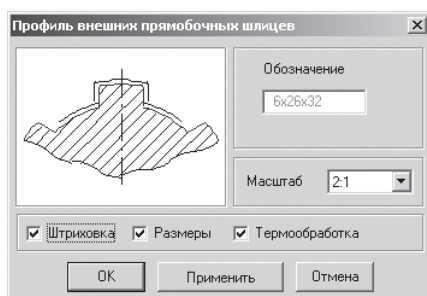

Рис. 3.40. Диалоговое окно **Профиль внешних прямобоочных шлицев**
- щелкните в выпадающем меню по пункту **Профиль шлицев**. Появится диалоговое окно **Профиль внешних прямобоочных шлицев**, см. рис. 3.40;